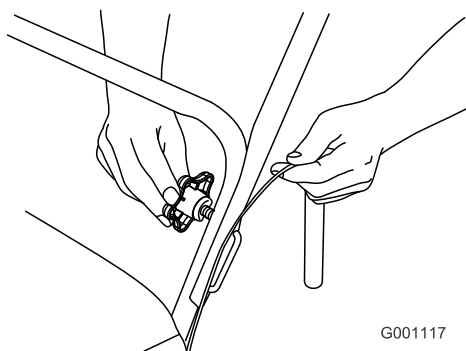

Figure 5
4. Introduisez complètement les boulons du guidon (Figure 5).
Important: Vérifiez que le câble de commande n'est pas coincé (Figure 5).